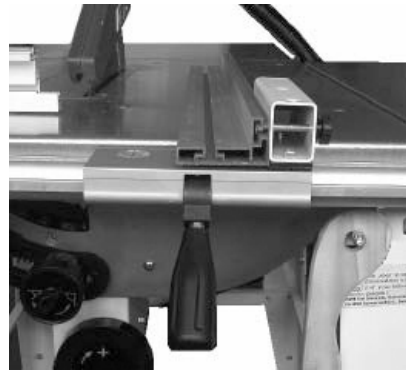

Fig. 18
- Saging av smale arbeidsstykker (bredde under 120 mm) må kun utføres med anslagsskinnen i flatt liggende stilling (fig 18). Fig 18